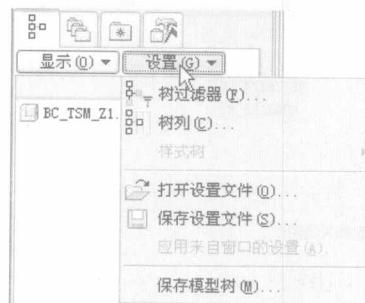

图 1-7 “设置”下拉菜单
(1) 在导航区的 (模型树) 选项卡中，单击模型树上方的“设置”按钮，打开如图 1-7 所示的下拉菜单。